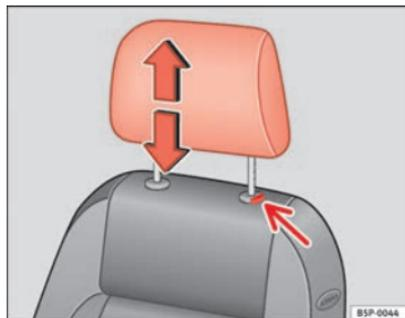

Fig. 67 Regulação ou desmontagem dos encostos de cabeça
- Premir o botão ⇒ fig. 67 (seta).